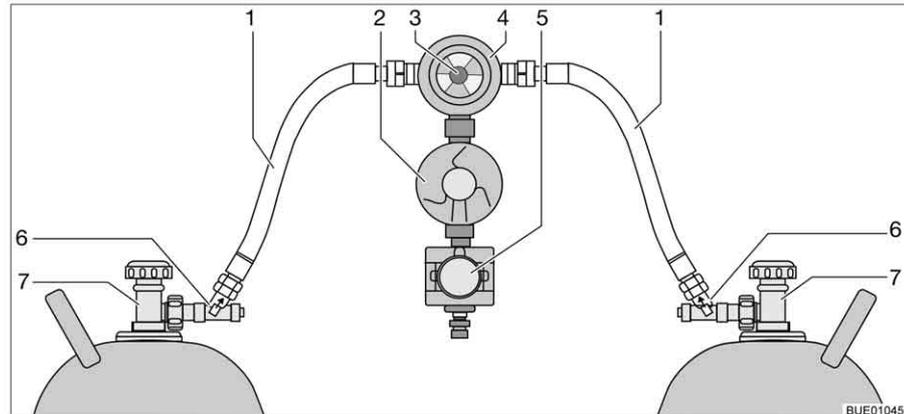

Bild 99 Crash-Protection-Unit-Umschaltanlage
Die Crash-Protection-Unit besteht aus zwei Durchflussbegrenzern mit manueller Entriegelung (Bild 99,6), einem Umschaltventil (Bild 99,4) mit Druckregler (Bild 99,2), einem Elektroventil (Bild 99,5) und der Bedieneinheit mit dreifarbigem LED. Das Umschaltventil ist zwischen den beiden Gasschläuchen (Bild 99,1) montiert.
Mit dem Drehknopf (Bild 99,3) am Umschaltventil lässt sich bestimmen, welche der Gasflaschen als Betriebsflasche und welche Gasflasche als Reserveflasche verwendet wird.
An der Bedieneinheit (Bild 100) können nur die elektrischen Funktionen geschaltet werden. Die Haupt-Absperrventile der Gasflaschen (Bild 99,7) und die Entriegelungen (Bild 99,6) müssen von Hand geöffnet werden.
- Haupt-Absperrventile an den Gasflaschen (Bild 99,7) öffnen.
- Entriegelungen (Bild 99,6) nacheinander 10 Sekunden lang drücken.
- Mit dem Drehknopf (Bild 99,3) am Umschaltventil (Bild 99,4) die Gasflasche wählen, der vorrangig das Gas entnommen werden soll (Betriebsflasche).
- Haupt-Absperrventile an den Gasflaschen (Bild 99,7) schließen.